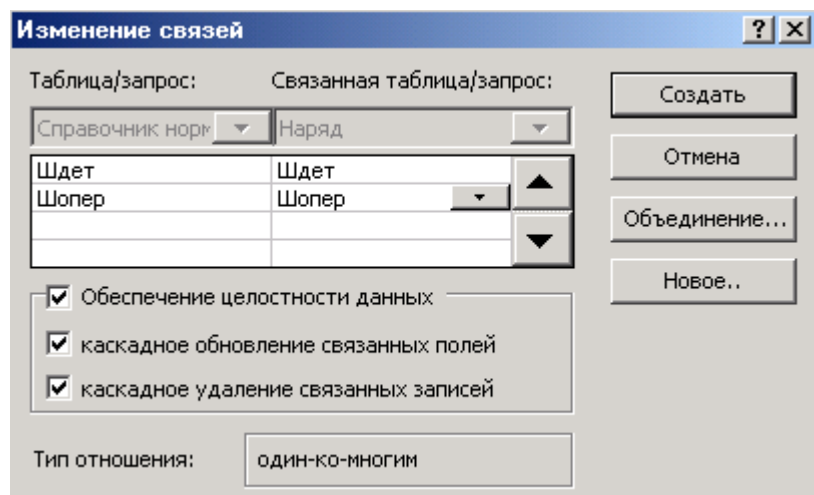

Рис. 12. Создание связей между таблицами «Справочник нормативов» и «Наряд»
6. Щелкните по пиктограмме **Ключевое поле** на Панели инструментов. Рядом с полем «Ннар» в макете таблицы появится изображение ключа, рис. 12.
6. Установите связь между таблицами «Справочник нормативов» и «Наряд» по полям «Шдет» и «Шопер». Для этого сначала установите связь между таблицами по полю «Шдет». В диалоговом окне «Изменение связей» в пустой строке под «Табном» с помощью стрелок выберите поле «Шопер» для обеих таблиц. Вид диалогового окна приведен на рис. 12. Нажмите кнопку **Создать**.